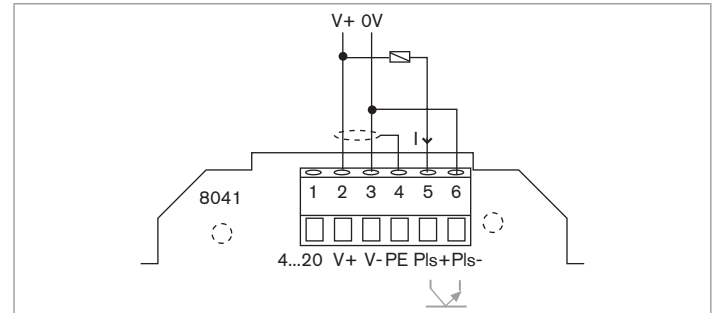

Fig. 20 : Raccordement de la sortie fréquence à un compteur électromécanique ou relais
- ou à une charge telle qu'un compteur électromécanique ou un relais (voir Fig. 20) ;